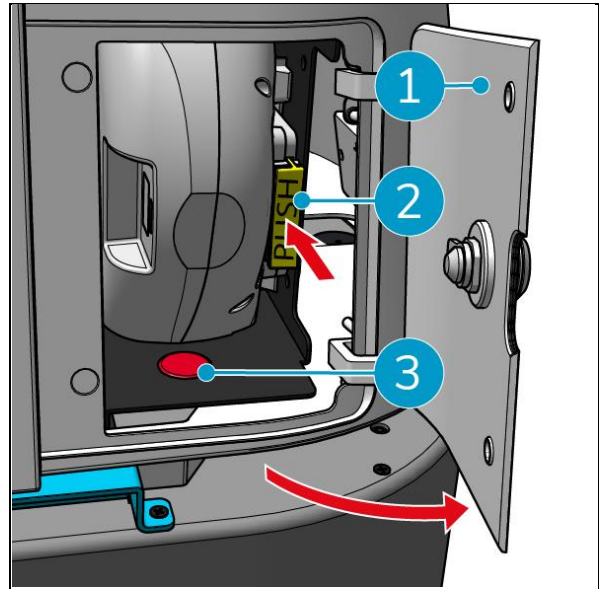
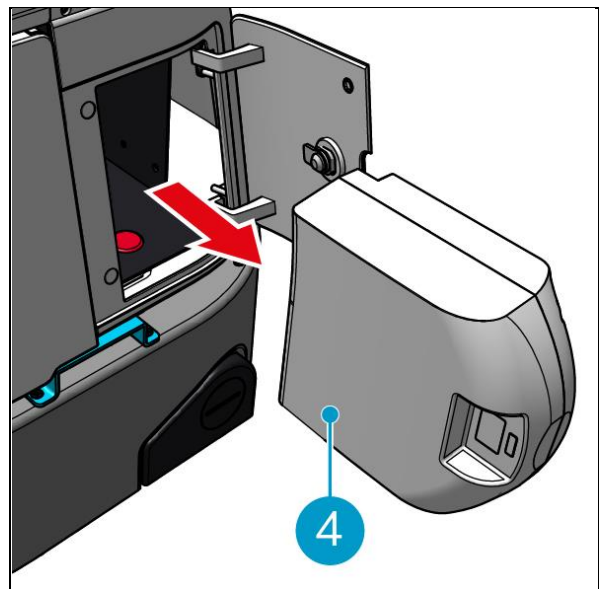

Figura 28
Figura 29
1. Sbloccare e aprire il coperchio del vano batterie (Figura 28, pos. 1) utilizzando la chiave in dotazione.
2. Spegnerne il co-botic™ 45 premendo il pulsante on/off (Figura 28, pos. 3).
3. Premendo il blocco giallo della slitta (Figura 28, pos. 2), estrarre la batteria dal vano (Figura 29, pos. 4).